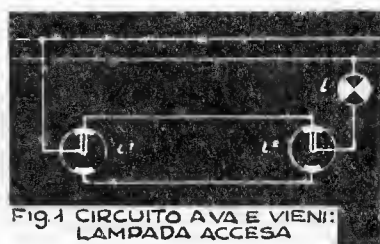
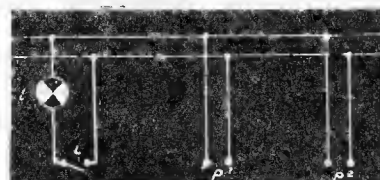

Fig. 1 CIRCUITO A V.A. E V.I.: LAMPADA ACCESA
Fig. 2 CIRCUITO PER LAMPADA CON INTERRUITTORE E DUE PRESE DI CORRENTE
Una volta lavorato il legno come mostra la fig. 1 (A) e la fig. 2, sarà effettuato il foro per il passaggio dell'asse del motore, prevedendo il posto per l'appoggio di piccoli cusciotti, possibilmente a sfere.
I rocchetti di guida saranno in legno, il corridoio, attraverso il quale la pellicola passa, in lamiera e sarà fissato (fig. 1) sul blocco A ad un'altra striscia di lamiera D, nni-
Il proiettore, costituito dall'involucro di una lampada a pila e dal suo riflettore verrà applicato sulla tavoletta di compensato B³, e sarà ben centrato sulla finestra di questa (fig. 2).
Se si producessero delle irregolarità dovute a scosse troppo brusche nell'avanzata della pellicola, per assicurarne il movimento si ricorrerà ad una ruota trascinatrice F, montata al di sopra del blocco A, nella posizione indicata dalla fig. 1.
Per esser più chiari, supponiamo che abbiate un disegno su scala di una casa, e che sul disegno siano riportate solo poche misure. Cominciate allora con il tracciare una linea A-A' (fig. 1). Lungo questa riportate allora, s'intende a scala, la misura più grande che conoscete (ad esempio m. 6, che riportata in scala 1:50 darà 12 cm.).